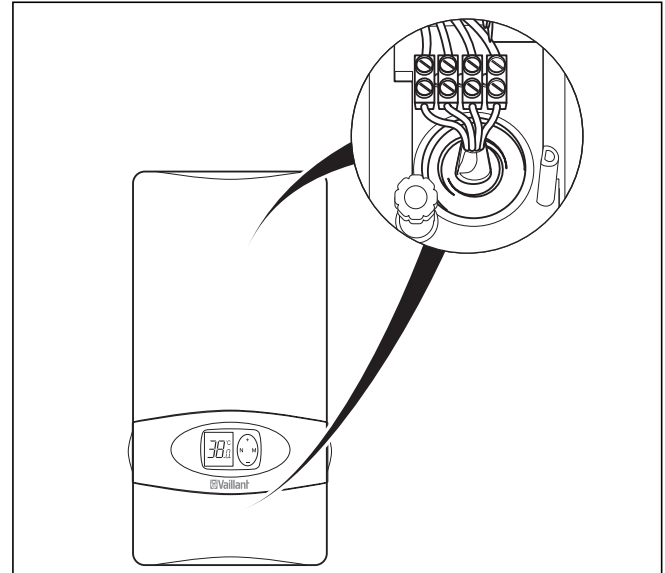

Abb. 5.9 Leitungen anschließen
- Nachdem Sie das Kabel in das Geräteinnere geführt haben (siehe Kapitel 5.6), schließen Sie die Leitungen L1, L2 und L3 sowie den Schutzleiter an die Netzanschlussklemme an (siehe Abb. 5.9)